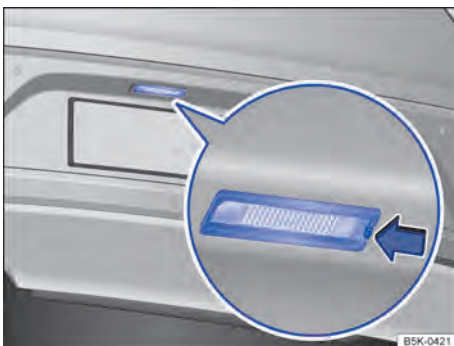

Fig. 227 No para-choque traseiro: lanterna da placa de licença.
2.	Pressionar a lingueta da lanterna da placa de licença no sentido da seta ⇒ Fig. 227.